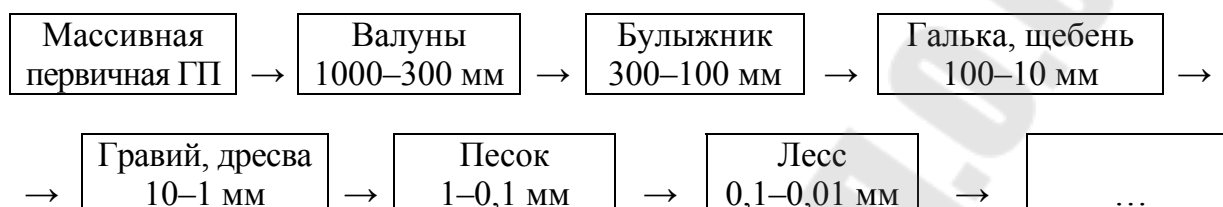

Рис. 3.2. Превращение массивной горной породы в рыхлую
*II этап.* Старение первичных горных пород. В результате обветривания наступает механическое разрушение ГП, что ведет к ее измельчению и превращению в рыхлую горную породу (рис. 3.2).